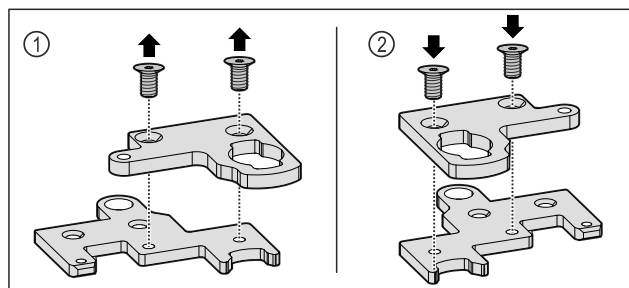

Fig. 35
- Demonter det todelte hængselsbeslag. Fig. 35 (1)
- Saml igen det todelte hængselsbeslag, drejet 180°. Fig. 35 (2)